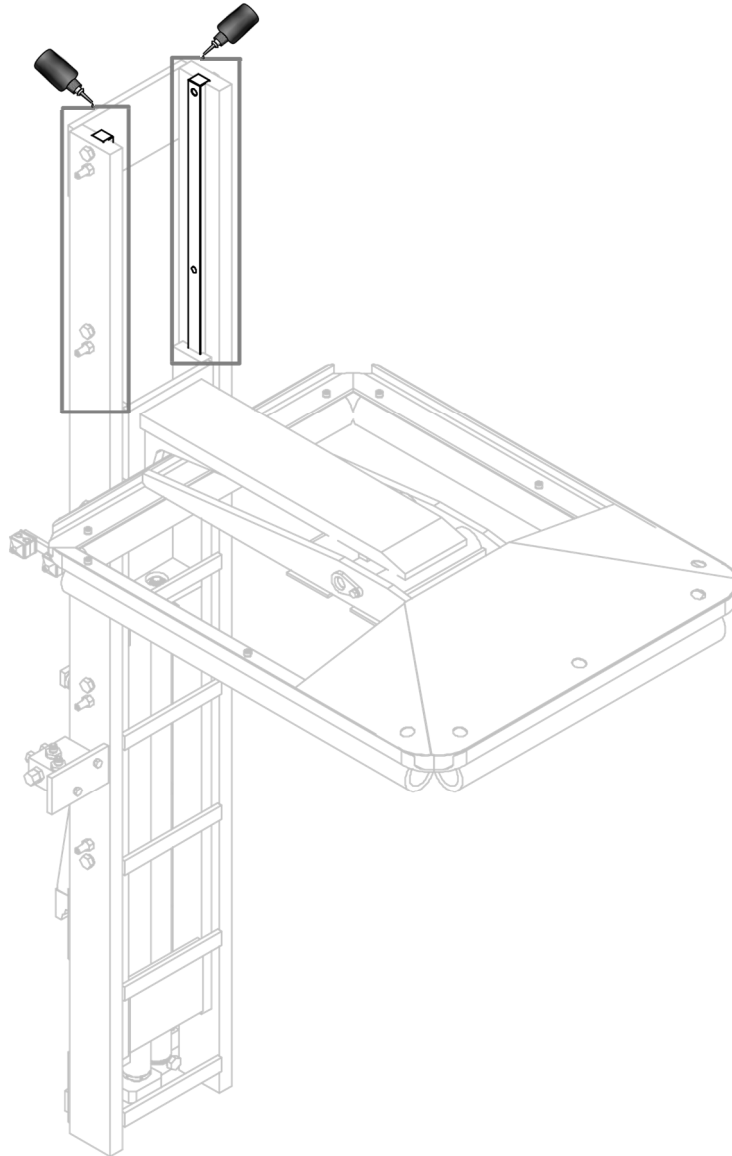

Abbildung 13
4. Reinigen und schmieren Sie alle Gleitteile (siehe *Abbildung 13* auf Seite 24).